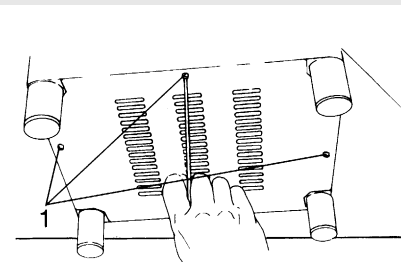

Fig.11
- Svitare le 4 viti 1 Fig. 11.